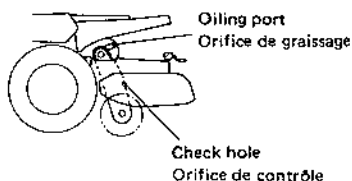

Fig. 2-2
- (3) Verser de l'huile d'engrenage SAE90 par l'orifice de graissage sur le dessus du carter de chaîne de la fraise jusqu'à ce qu'elle ressorte par l'orifice de contrôle. (Voir Fig. 2-2)